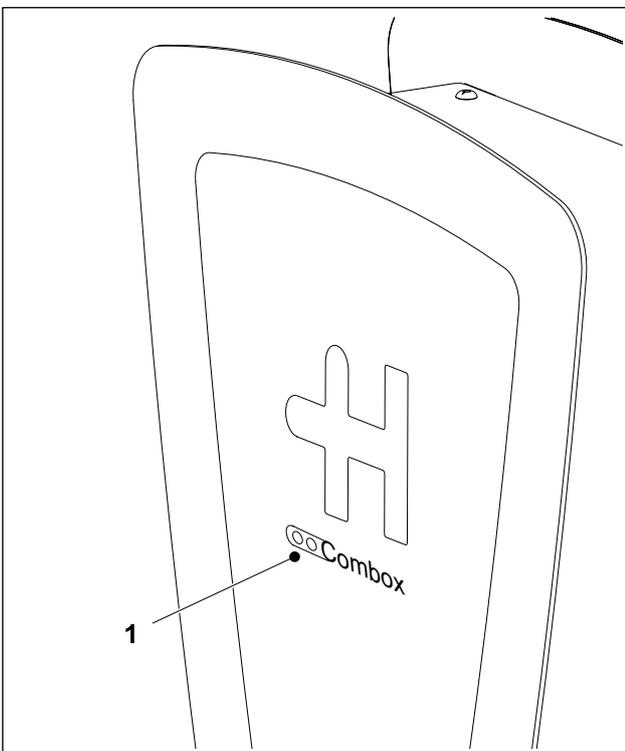

Abb. 2 LEDs
- 2 LEDs an der Frontseite des Gehäuses (Abb. 2/1)